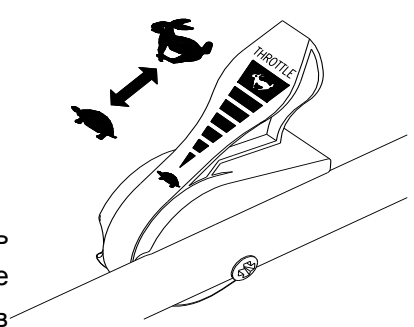

рис. 6
Отпускайте рамку при появлении **Рычаг регулировки скорости** хода газонокосилки (см. рис. 6) (присутствует только у самоходных косилок)
При вводе в эксплуатацию или после транспортировки газонокосилки, когда рукоятки находились в сложенном виде (рис. 6а),
рис. 6а
трос газа в виде стальной струны рычага регулировки скорости (рис. 6) может продвинуться вперёд и выйти из правильного положения (правильное положение 1 и, схематично, 1а, винт регулировки 2). Далее, при установке рукояток в рабочее положение струна может на вернуться в правильное положение, изогнуться и заклинить в отверстии рычага газа, расположенного на двигателе, что приведет к работе двигателя в неверном диапазоне и может привести в последствии к обрыву струны (хотя струна будет оставаться ремонтпригодной).
Рис. 6 б
В результате деформаций струны при неправильной сборке газонокосилки или при грубой транспортировке **рычаг регулировки скорости** хода газонокосилки (см. Рис. 6) в положении минимум
(“черепаха”, рис. 6 б) может потребовать регулировки винтом 2 (рис. 6 а), если двигателю не хватает оборотов. Либо можно выбрать режим чуть больше ...ближе к “зайцу”.
**Рычаг переключения скоростей** (см. рис. 6в) ( присутствует только у моделей WYZ22-3)
Рис. 6 в
Некоторые модификации двигателей не имеют сливной пробки 3 рис. 6